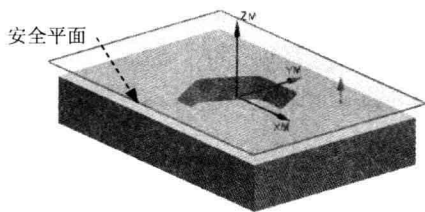

图 1.4.9 安全平面
Step3. 单击“平面”对话框中的 **确定** 按钮 ，完成图 1.4.9 所示的安全平面的创建。